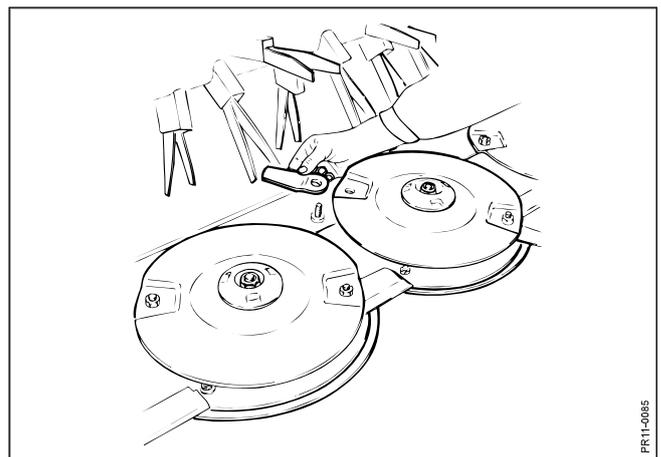

Fig. 5-10
- Fig. 5-10** Um ein zufrieden stellendes Arbeitsergebnis zu erreichen ist es wichtig, dass Messer und Gegenschneide in Ordnung und scharf geschliffen sind. Der Messerwechsel wird durchgeführt, indem der Messerbolzen abmontiert und von unten aus der Scheibe herausgezogen wird. Dieses geschieht am besten mit dem Messer in vorderer Stellung, damit der Bolzen durch das Loch in dem Steinschutz fallen kann. Das alte Messer wird entfernt und das neue Messer wird zusammen mit dem Messerbolzen montiert.